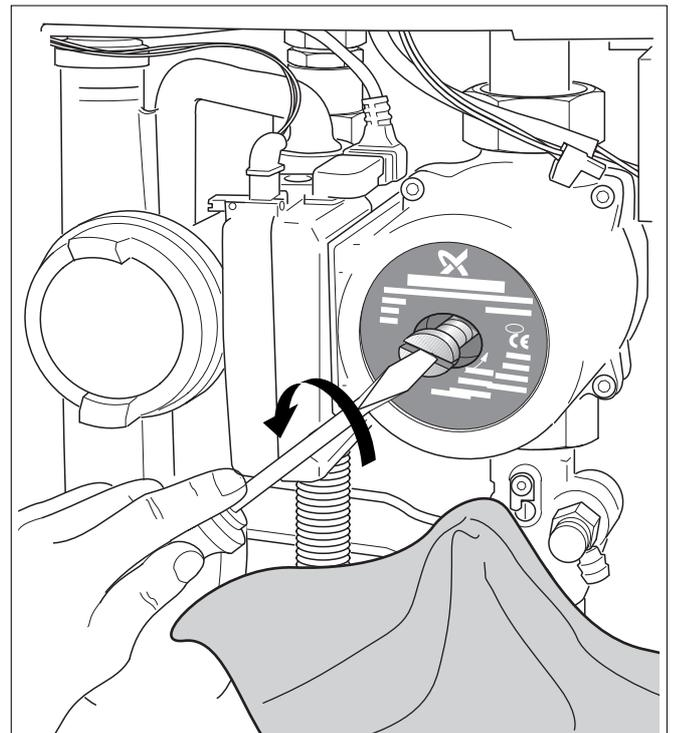

Fig. 54 Scaricare l'aria dalla pompa
- Scaricare l'aria dalla pompa rimuovendo la vite di sfiato ubicata nella parte anteriore (fig. 54).